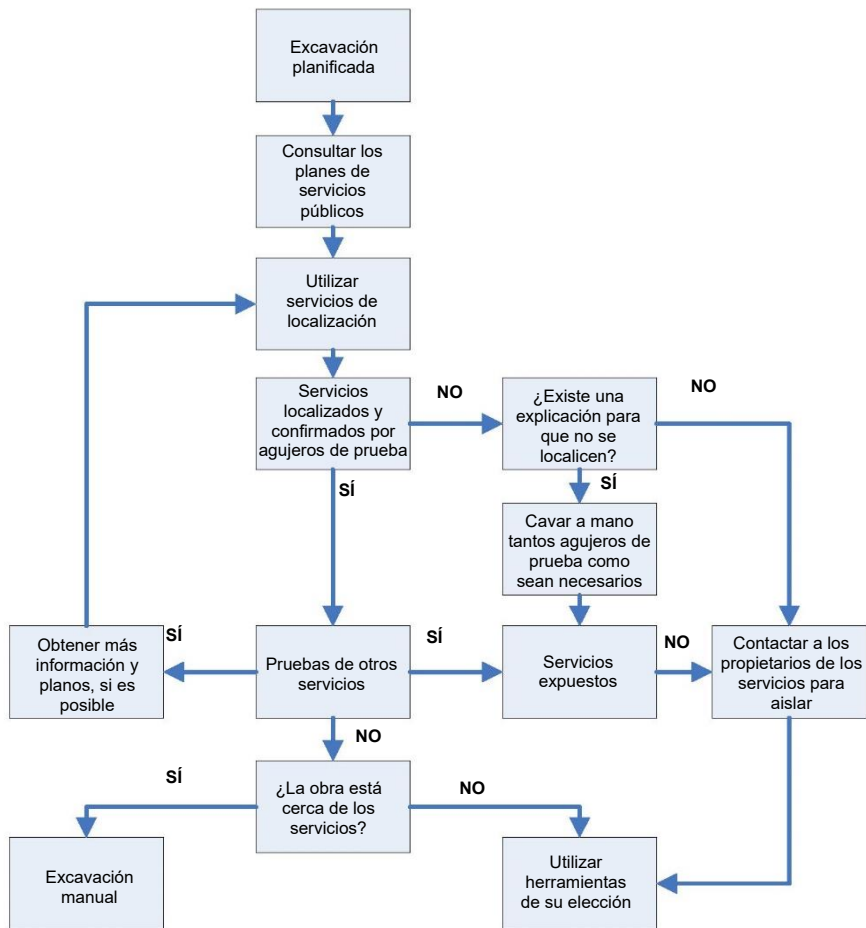

Fig. 9
- 1) La ubicación de las instalaciones de servicios públicos, como alcantarillado, teléfono, combustible, electricidad, líneas de agua o cualquier otra instalación subterránea que se pueda esperar razonablemente que se encuentre durante el trabajo de excavación, se determinará antes de abrir una excavación. **Véase fig 9.**